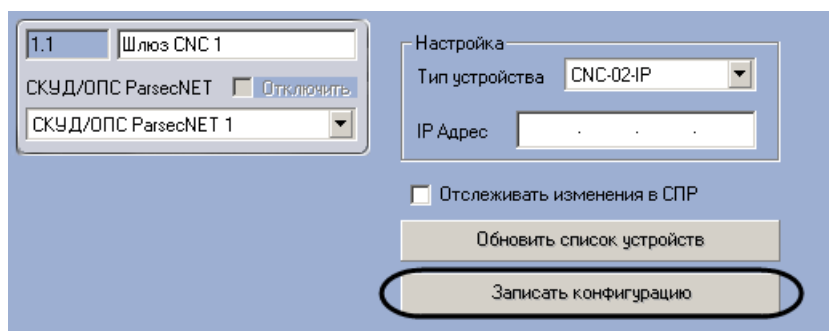

Рис. 3.3—5 Пересылка конфигурации в контроллеры СКУД/ОПС ParsecNet
1. Перейти на панель настроек объекта **Шлюз CNC**, соответствующего выбранному Ethernet-шлюзу или ЦКС (Рис. 3.3—5).
2. Нажать кнопку **Записать конфигурацию** (см. Рис. 3.3—5).